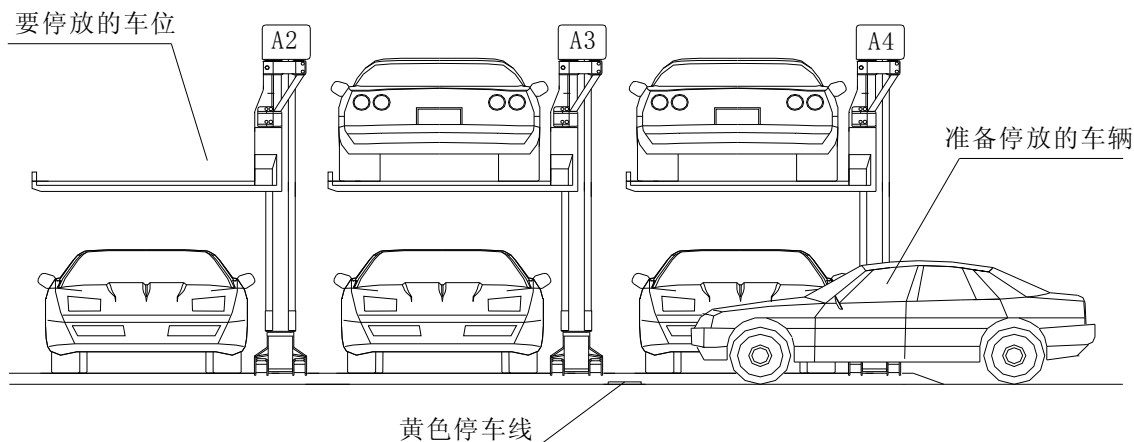

图 2.4
1. 准备停泊在停车位上层的车，先行驶到该停车位停车线之前（图 2.4），否则停